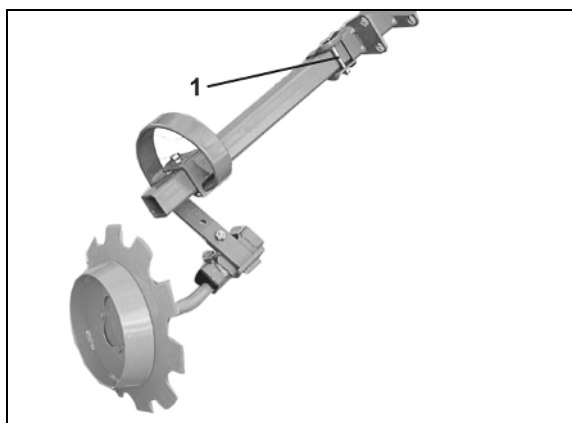

Fig. 96
- de la largeur de travail de la machine (Fig. 96/1)
- o semences fines de type colza (Fig. 96/2)
- o semences de type céréales ou légumineuses (Fig. 96/3).